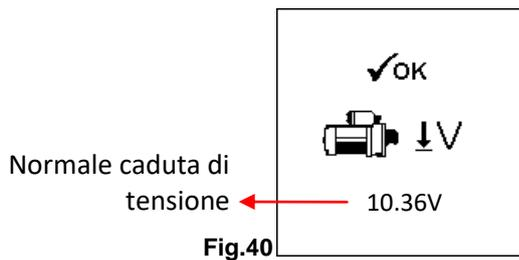
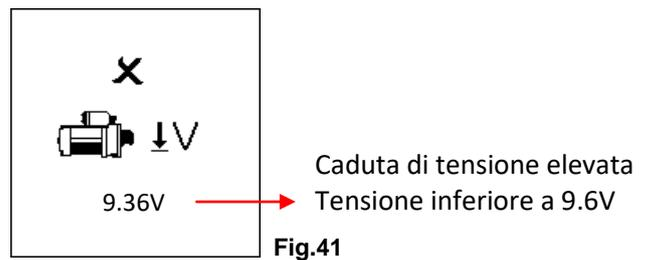

Fig.40
Fig.41
3. Ruotare la chiave di accensione fino alla messa in moto del veicolo: a vettura avviata il tester rileverà i dati come da Fig.40 e Fig.41: